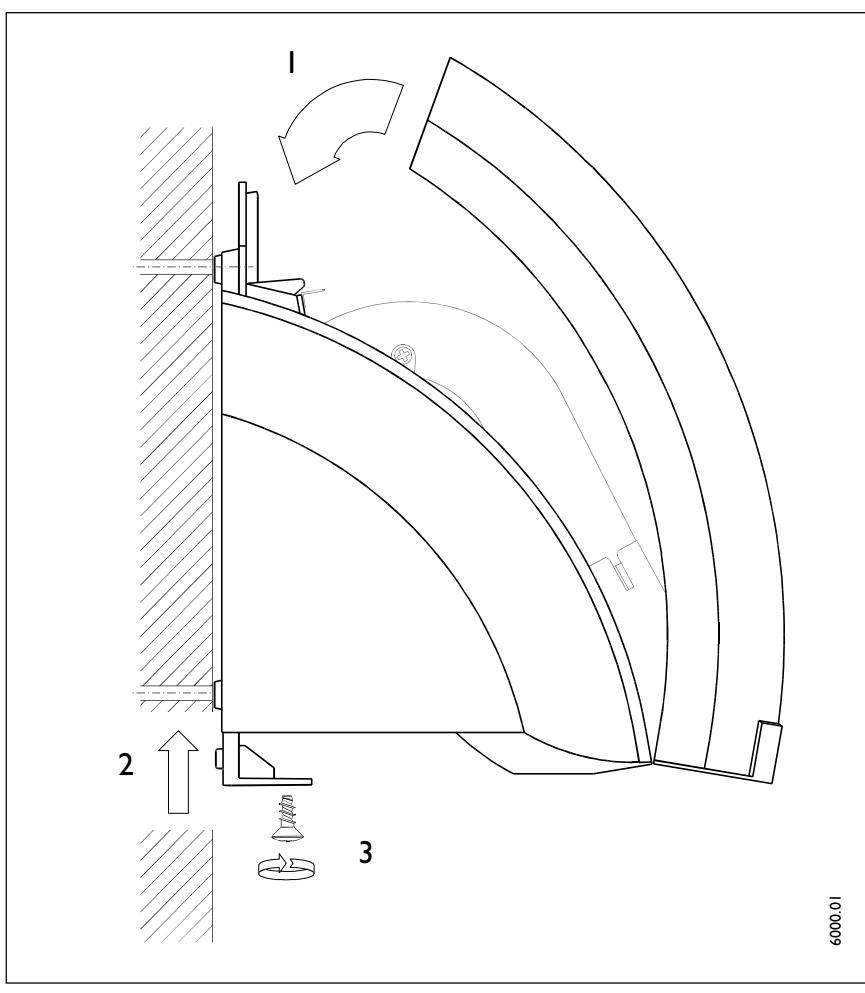

Рис.6
**Монтаж верхней части корпуса (рис.6)**